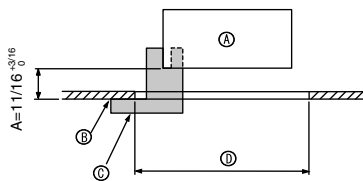

Fig. 9-2
①	Dimensiones de la rejilla	1	950 x 950 (mm), 37-3/8 x 37-3/8 pulgadas
②	Tornillo con arandela cautiva	4	M5 x 0,8 x 25
③	Plantilla	1	(Dividido en cuatro partes)
④	Remache	3
⑤	Tornillo	4	4 x 8
⑥	Tornillo	1	4 x 12
9.2. Preparación para conectar la rejilla (Fig. 9-2)
- Con la plantilla ③ que se suministra con este equipo, ajuste y compruebe la posición de la unidad en el techo. Si la unidad no está colocada en el techo de forma adecuada, podrían producirse escapes de aire o generarse una condensación.
- Ⓒ Plantilla ③ (medida en la unidad)